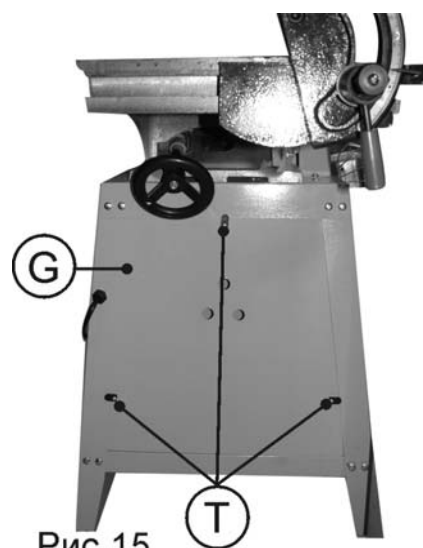

Рис.15
17.5.3. Ослабить три винта и снять правую боковую панель основания Рис. 15.
8.8.6. Установить правую боковую панель (G) как показано на Рис. 15 при помощи трех фиксаторов (T), придерживая ее тремя пальцами через отверстия в панели.